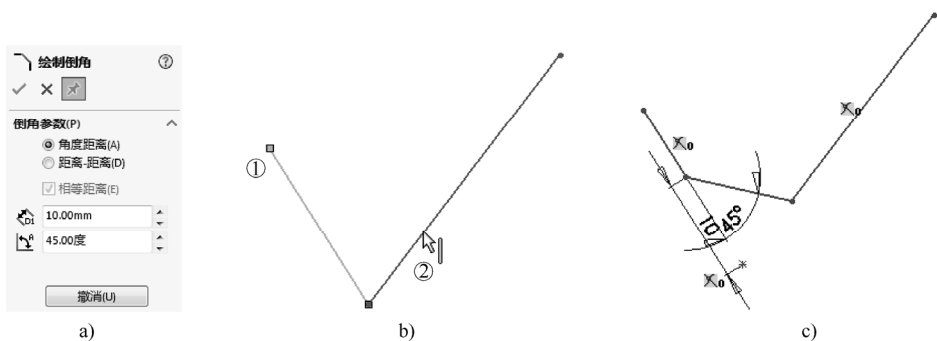

图 2-59 倒角的创建过程
绘制倒角与绘制圆角类似，单击“草图”工具栏中的绘制“倒角”按钮 （或选择“工具”>“草图绘制工具”>“倒角”菜单选项），弹出“绘制倒角”属性管理器，然后设置倒角距离，再选取倒角的两条线段即可，如图 2-59 所示。
- 角度距离：以角度和距离的形式来创建倒角。图 2-59 所示即是使用此方法来创建倒角，其中“角度”是选择的第一条边与倒角的夹角；“距离”是所选择的第一条边与倒角的交点与原来两曲线交点的距离。